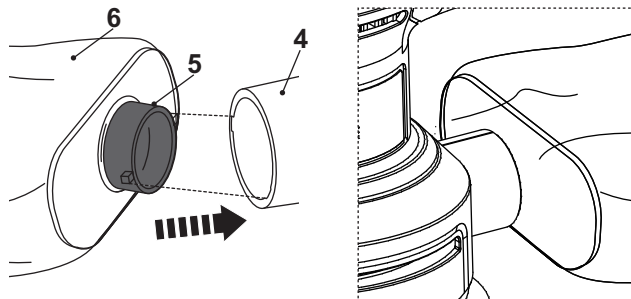

Fig. 2
- > Alignez les languettes (5) avec les rainures (4), puis introduisez le sac à poussière dans l'embout d'évacuation de la poussière (Fig. 2).
- > Faites tourner le sac à poussière (6) dans le sens des aiguilles d'une montre pour le fixer à sa place.
- > Faites tourner le sac à poussière (6) dans le sens inverse des aiguilles d'une montre et retirez-le.
- > Ouvrez le sac à poussière (6) pour le vider si nécessaire.